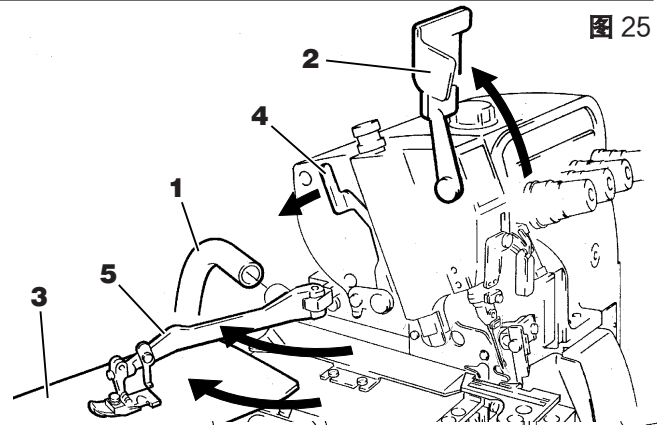
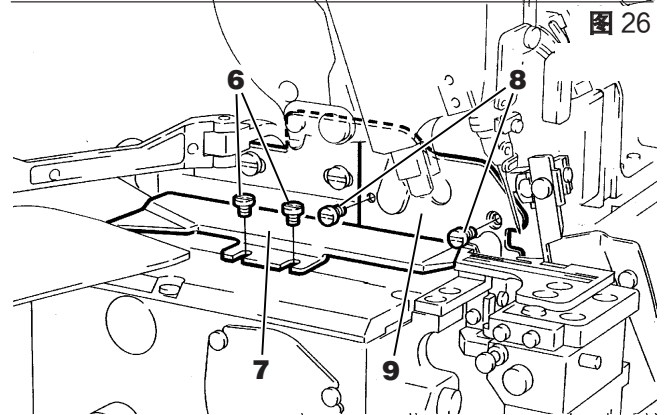

图 25
图 26
10. 按照前述图 26, 装配导布部位和辅助板, 并参照图 25 将先拆卸的护眼罩、横撑板、压板、供气软管装配于原位。